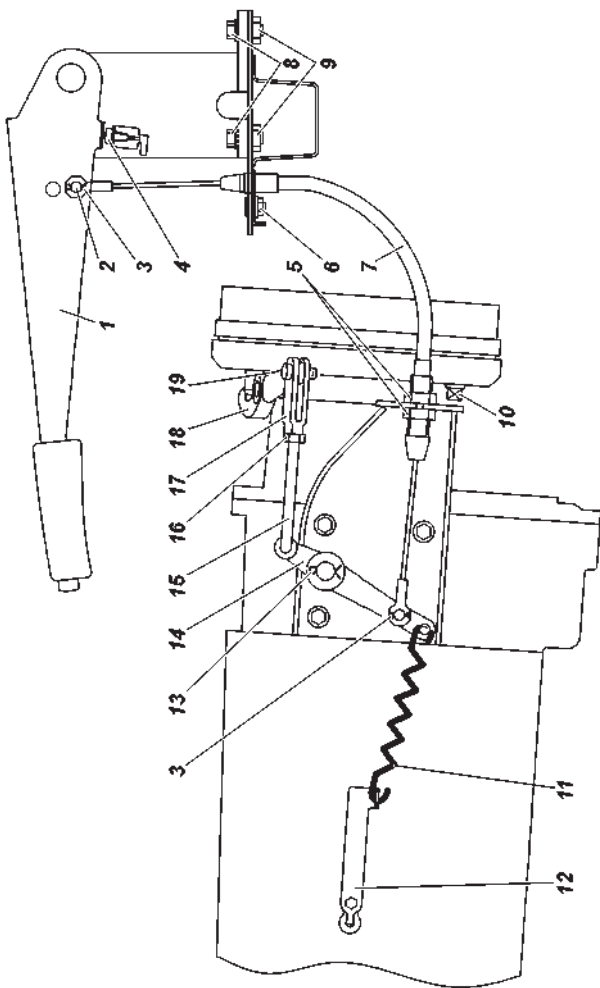

Рис. 9.30. Привод стояночного тормоза трансмиссионный.
Трансмиссионный стояночный тормоз, действующий на трансмиссию (рис. 9.30).
2. Переместите рычаг стояночного тормоза 1 (рис. 9.30) в крайнее нижнее положение.